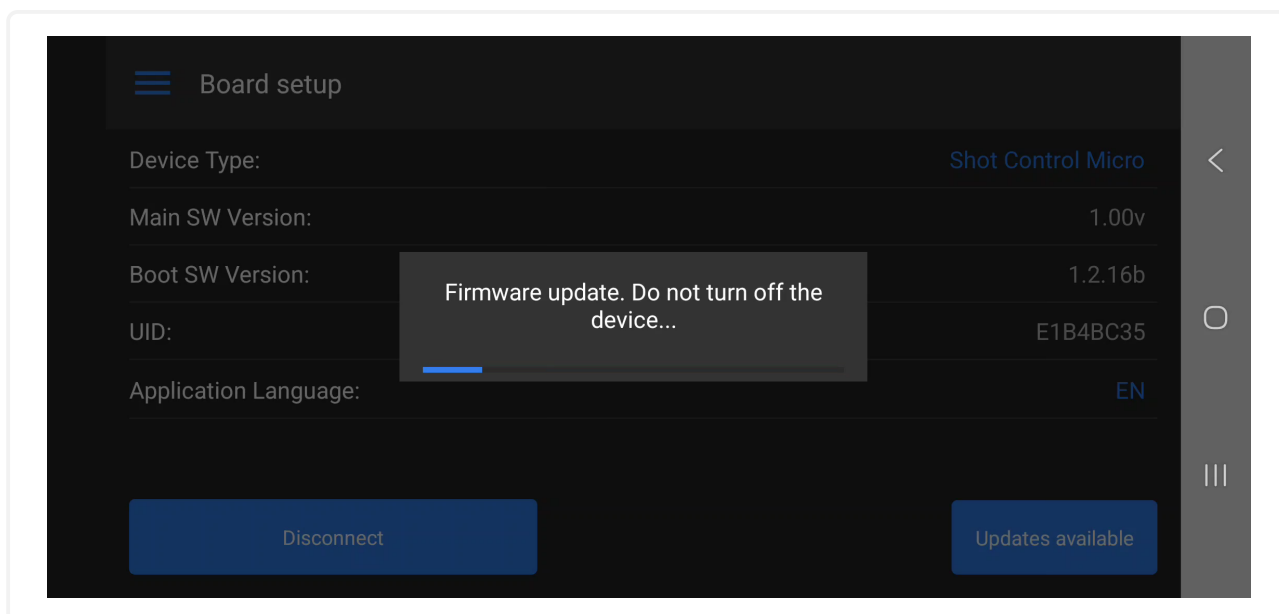

Рис. 8: Экран обновления прошивки пульта
4. Приложение загрузит обновление и установит на подключенный пульт (см. рис. 8 на с. 18)